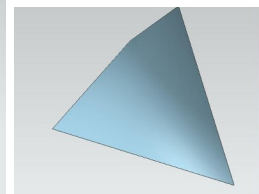

рис.14
- Но если исходные точки расположены не на плоскости, а в пространстве, то можно получить и фрагмент четырехугольной кривой поверхности *в пространстве* (рис.14).